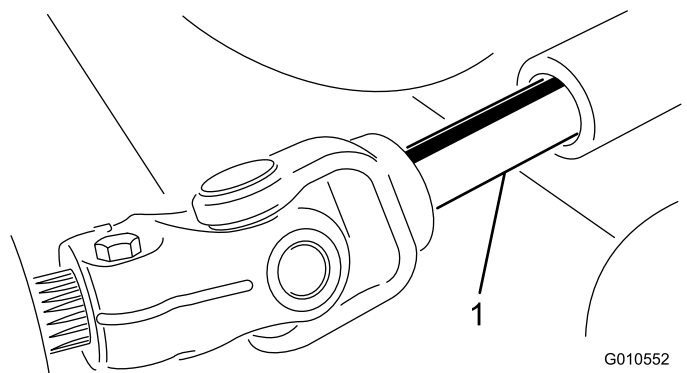

Bild 26
3. Schieben Sie die Zapfwelle mit Außengewinde in die Zapfwelle mit Innengewinde (**Bild 26**).